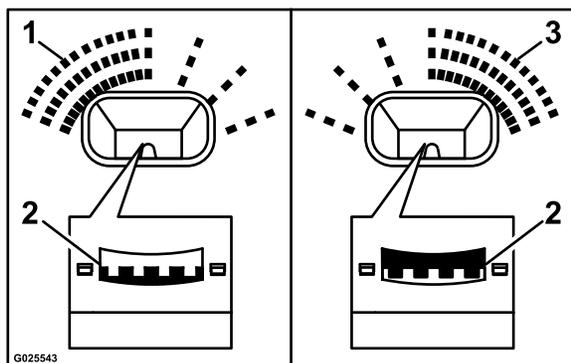
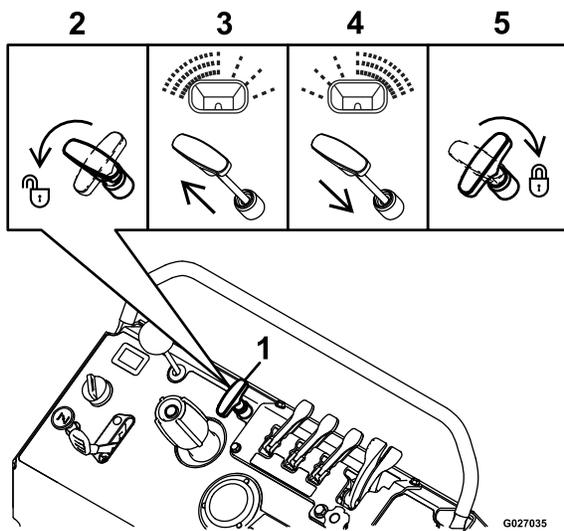

Figure 29
Figure 30
Si l'épandage s'effectue de manière inégale d'un côté à l'autre, trop léger/lourd d'un côté par exemple (voir Figure 29 et Figure 30), réglez la répartition d'épandage comme suit :
1. Débloquez la commande d'épandage en tournant la poignée dans le sens antihoraire de 90°, comme montré en 2 sur la Figure 30.
- Si la quantité épandue est trop importante sur le côté gauche de la machine, tirez légèrement la commande d'épandage vers le haut; voir 3 sur la Figure 30.
- Si la quantité épandue est trop importante sur le côté droit de la machine, poussez légèrement la commande d'épandage vers le bas; voir 4 sur la Figure 30.
3. Bloquez la commande d'épandage en tournant la poignée dans le sens horaire de 90°; voir 5 sur la Figure 30.